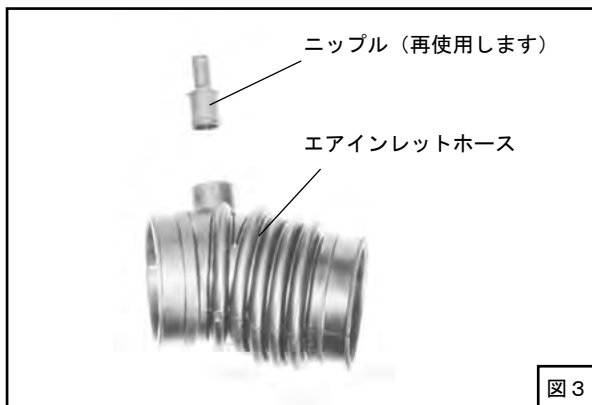

図3
- (7) エアインレットホースからニップルを取外してください。(図3)